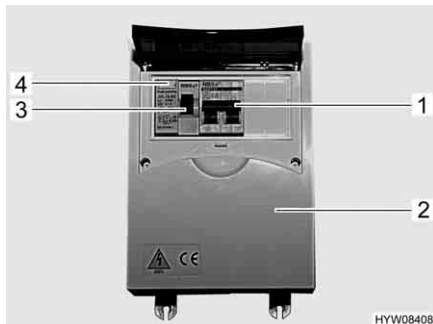

Fig. 44 Scatola dei fusibili a 230 V con interruttore di sicurezza e interruttore automatico FI
Un interruttore di sicurezza per correnti di guasto (interruttore automatico FI) (Fig. 44,3) nella scatola dei fusibili (Fig. 44,2) protegge l'intero veicolo da correnti di guasto (0,03 A).
L'interruttore di sicurezza collegato in serie (10 A) (Fig. 44,1) protegge le prese da 230 V, il frigorifero e la centralina elettrica.
- Se il veicolo è collegato all'alimentazione a 230 V, premere il tasto di controllo (Fig. 44,4). L'interruttore di sicurezza per correnti di guasto (FI) deve scattare.